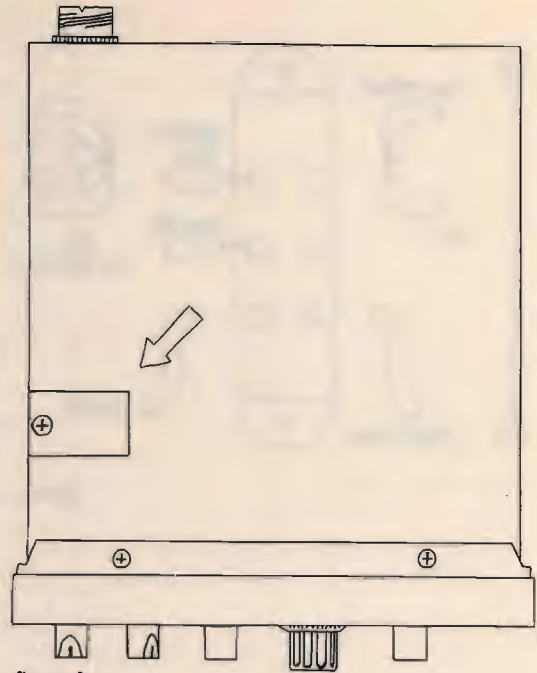

figura 3
7) Individuare la basetta dell'oscillatore supplementare a 14,960 MHz, che è posta sulla sinistra della scatola guardando il baracchino da sotto (figura 3).